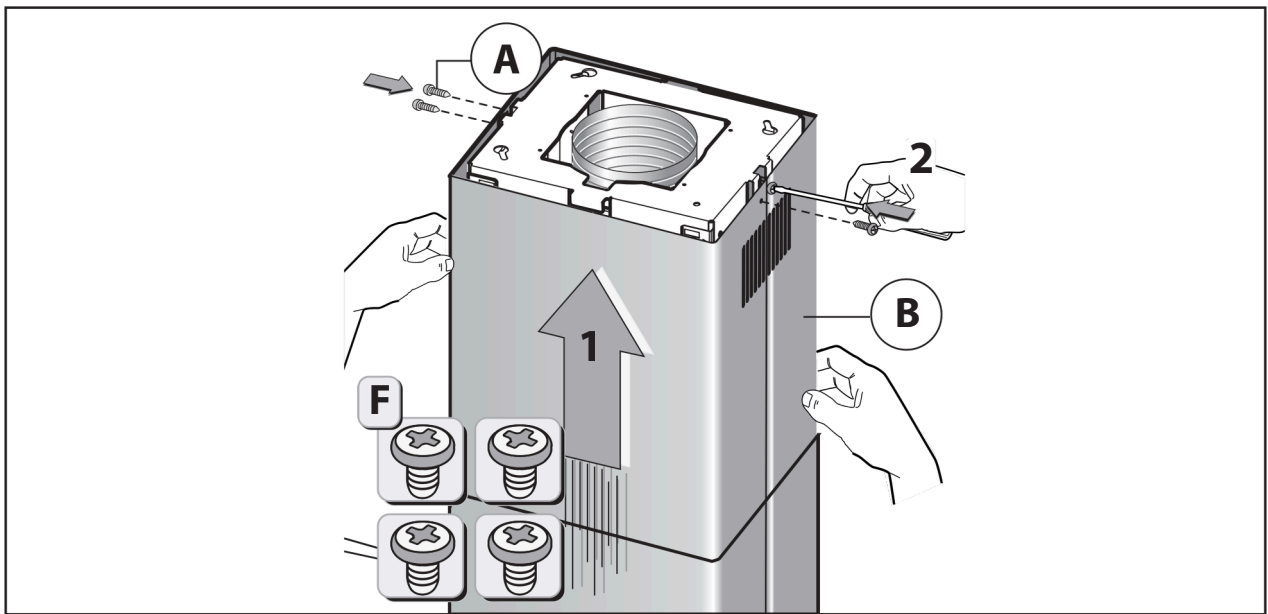

Fig.9
- Ta det övre rökröret och fäst på strukturen med de 2 skruvarna **A** (Fig.9). Sammanför det nedre rökröret med det övre och fäst noggrant med tejpen **L** (Fig.10A).